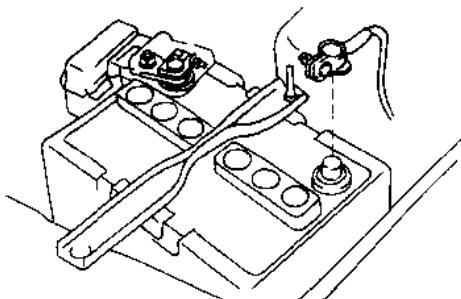

图 2-6 拆下蓄电池负极搭铁线
1. 在检修电控喷射的燃料系之前,应先拆下蓄电池负极柱上的搭铁线(图2-6)。